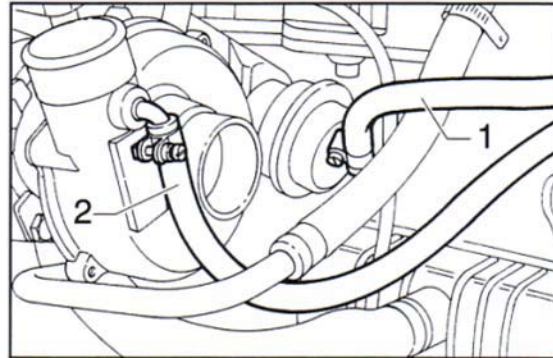

Fig. 45 ▲
- allentare le fascette e scollegare le tubazioni comando valvola waste-gate (1) e presa pressione (2) dal complessivo turbocompressore destro (**Fig. 45**);
- slacken the clamps and disconnect the waste-gate valve (1) and pressure intake (2) command tubes from the right turbocharger assembly (**Fig. 45**);